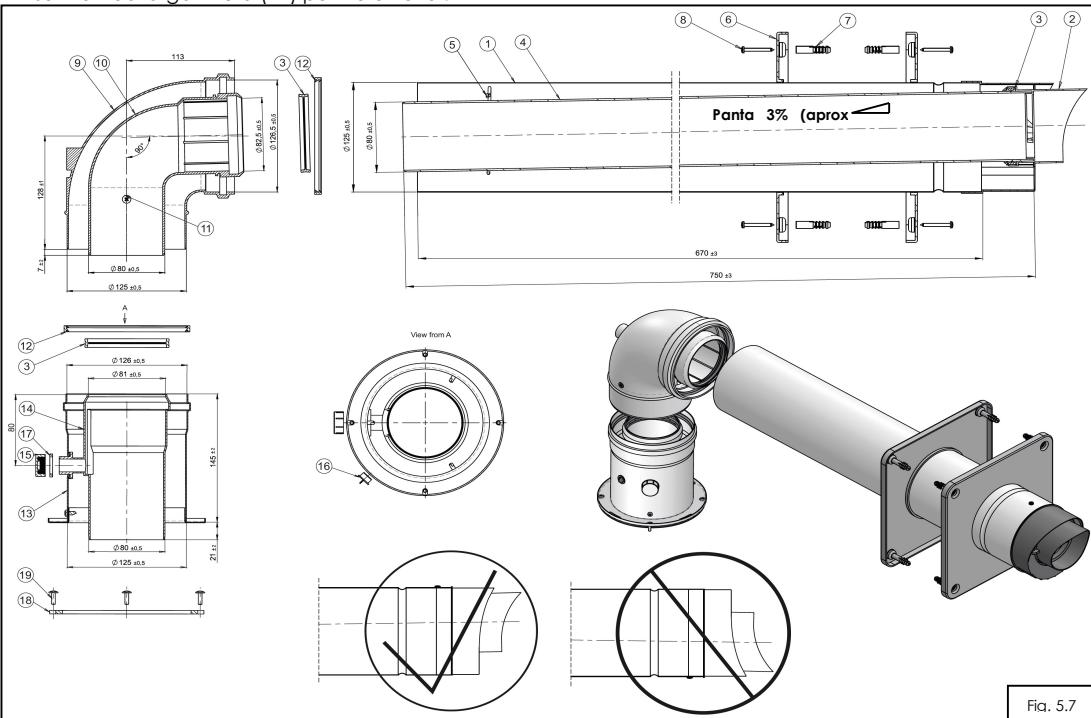

Fig. 5.7
**Kitul de admisie-evacuare coaxial, fig.5.7 se livreaza impreuna cu centrala.** Evacuarea gazelor se face printr-un tub cu diametrul **Ø80mm**, coaxial cu tubul de admisie a aerului de diametrul **Ø125 mm**.